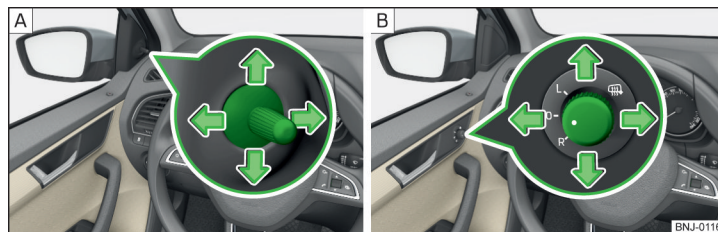

Fig. 67 Operarea oglinzii exterioare: mecanic/electric
► Pentru **reglarea** suprafeței oglinzilor, rotiți butonul în sensul săgeților » fig. 67.
Butonul rotativ pentru reglarea electrică a oglinzii poate fi mișcat în următoarele poziții » fig. 67 - [B].